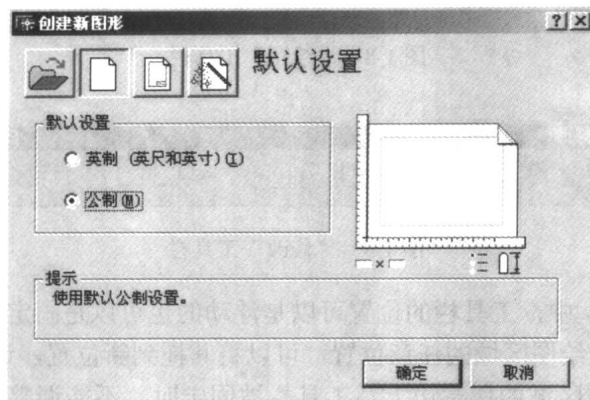

图 1-11 “创建新图形”对话框
件使用的是“创建新图形”对话框,如图 1-11 所示。它提供了“使用样板”、“默认设置”和“使用向导”三种创建新图形的方法,读者可根据实际情况和操作习惯来选择。其操作方法如下:
- 1) 在菜单栏中执行“文件”→“新建”命令,或单击“标准”工具栏的新建按钮 (),将打开“创建新图形”对话框,如图 1-11 所示。
- 2) 单击“创建新图形”对话框中的默认设置按钮,将打开“默认设置”选项卡,如图 1-11 所示。